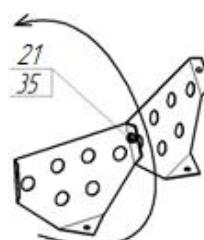

Рис. 16
3.11. Преодолевая усилие пружины (17), оттянуть фиксатор (4) вниз и повернуть ёмкость на удобный угол. Прикрепить лопасти (6) к ёмкости нижней (8) и ёмкости верхней (19), с помощью болтов (22), шайб (13) и гаек (35), при этом, шайбы установить с наружной стороны ёмкостей.
**Возможна комплектация бетоносмесителя сборными лопастями (рис. 16).** В этом случае необходимо две полу-лопасти скрепить между собой болтом (21) и гайкой (29). После установить в бетоносмеситель по направлению вращения ёмкости (указано на рис. 16 стрелкой) с помощью болтов (22), шайб (13) и гаек (35).